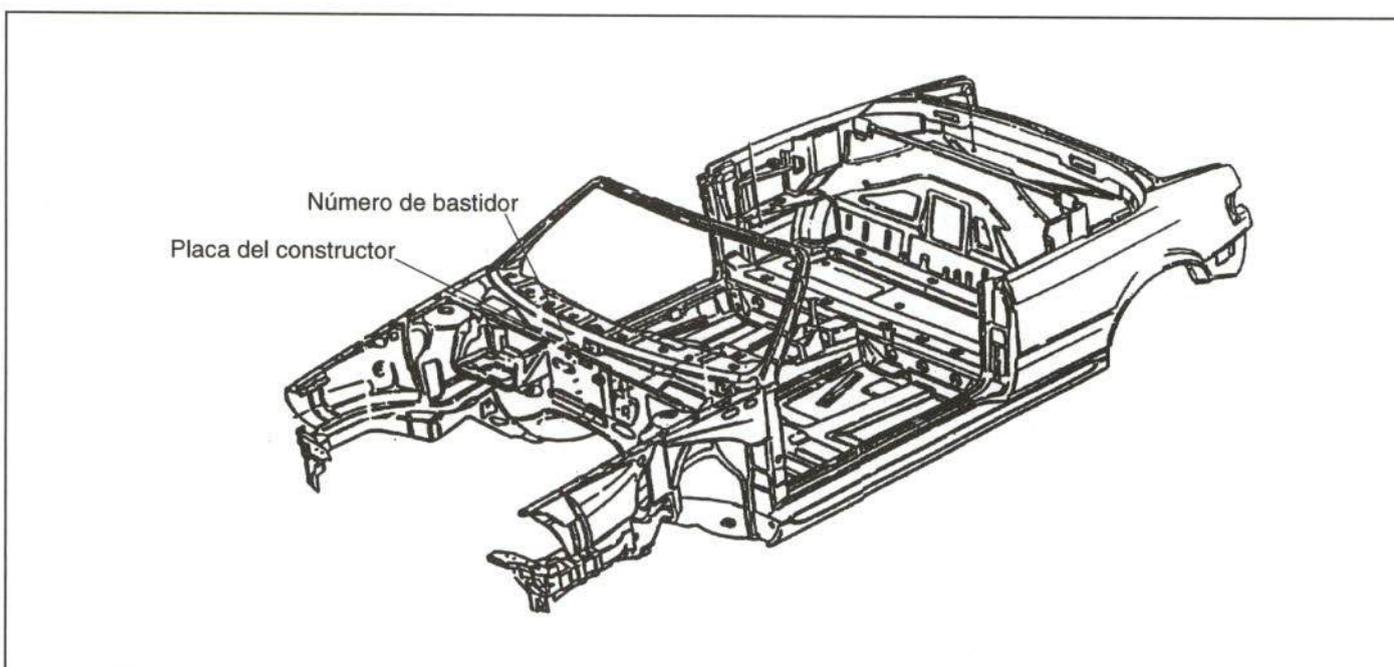

Figura 1.- Situación de las placas de identificación del vehículo
Las características que identifican al vehículo se recogen, debidamente codificadas, en dos placas, cuya situación se refleja en la figura 1.
- El número de bastidor se encuentra troquelado en la chapa salpicadero, entre el motor y el compartimento de los pasajeros (figura 1).